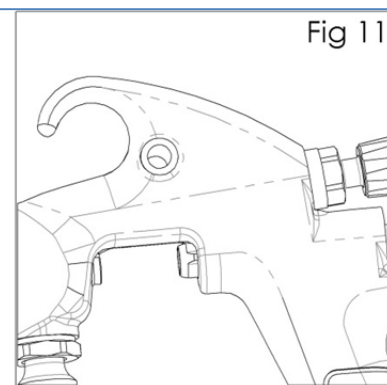

Fig 11
9. Wypchnąć palcem uszczelnienie zaworu powietrza znajdujące się z przodu (18). (Patrz rys. 11)